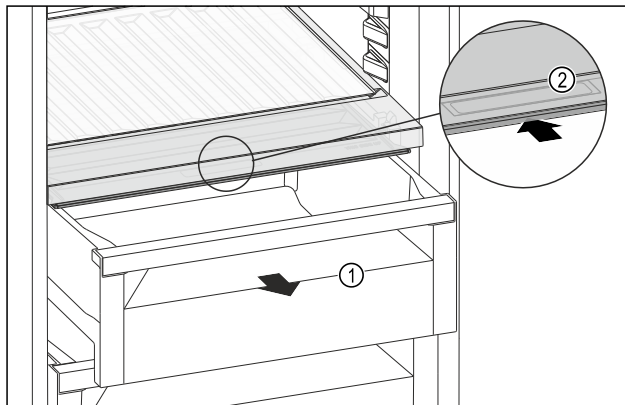

Fig. 117
- ▶ Wyciągnąć szufladę Fig. 117 (1).
- ▶ Chwycić uchwyt wpuszczany Fig. 117 (2) na pokrywie komory i przesunąć pokrywę jednocześnie do tyłu.